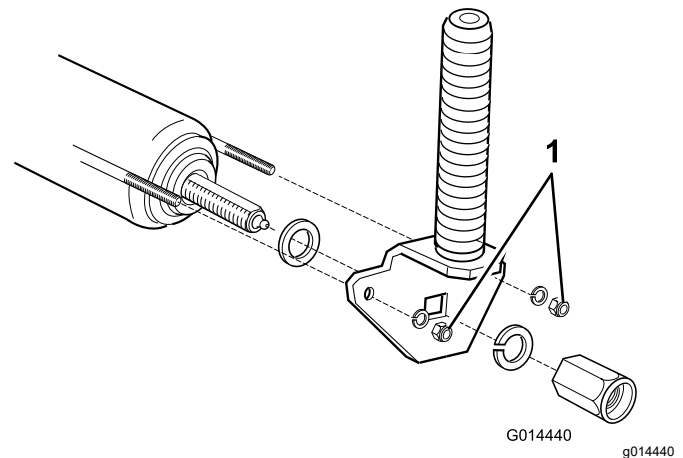

Figure 82
2. Serrez les écrous de 4 tours complets pour tendre correctement le fil (Figure 82).